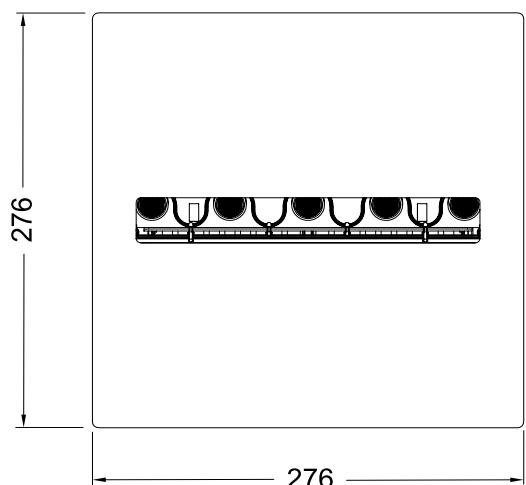

Fig. 1
El CAS250 está diseñado para instalarse en muebles. **Consulte la Fig. 1** para obtener las dimensiones del producto. Debe dejar una distancia de al menos 40 cm entre la plataforma de metal y los estantes o el recinto que se encuentre encima, de modo que las llamas y el vapor tengan lugar suficiente para formarse por completo y no se obstruyan.
**Se requiere un mínimo de 200 cm2 por ejemplo. Consulte la Fig. 1.A.**